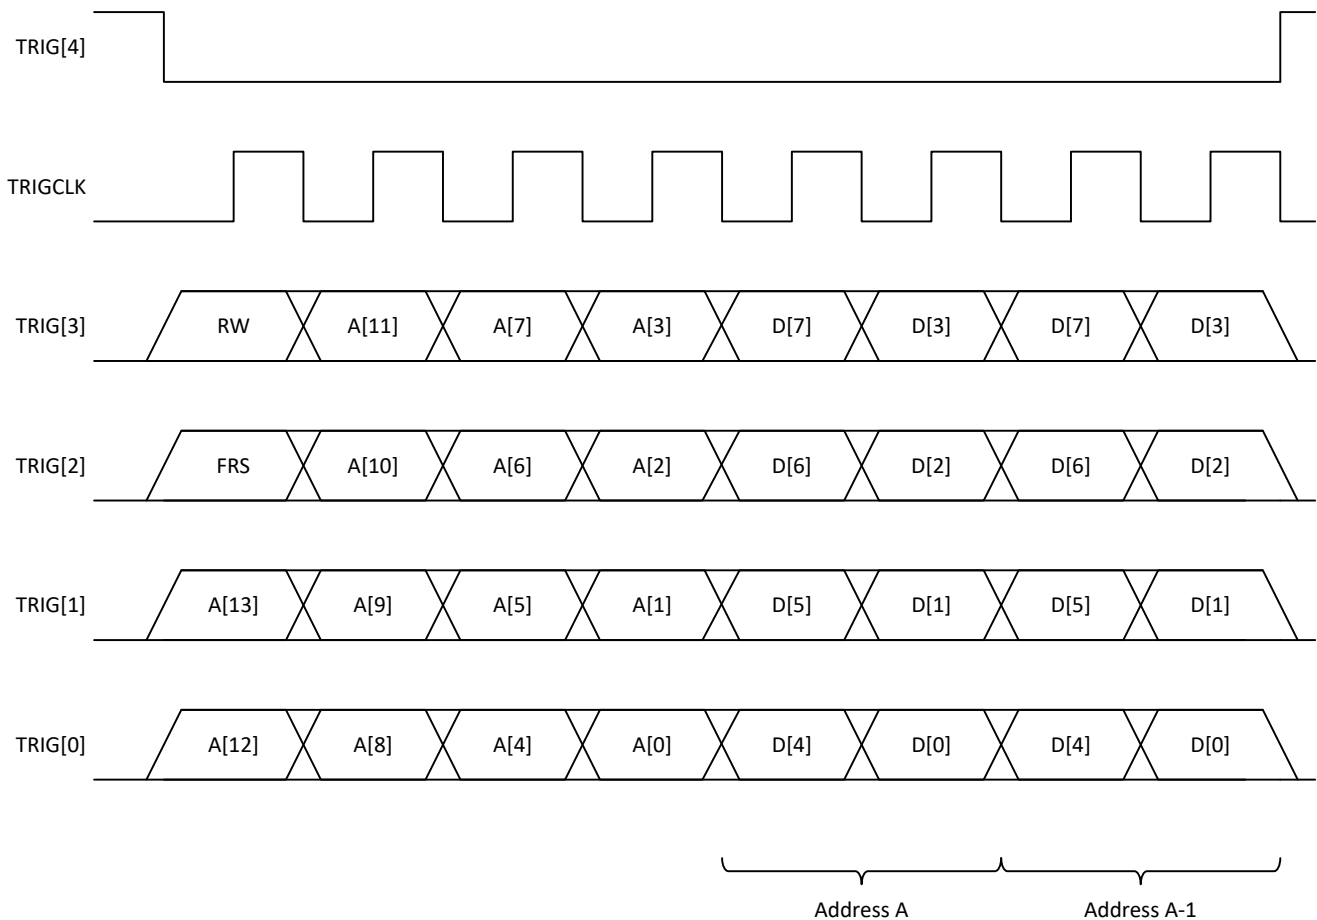

図 8-3. FR インターフェイスのタイミング図
高速再構成 (FR) インターフェイスは、PFIR 係数および NCO 周波数および位相を設定するための高速書き込み専用アクセスを提供します。FR インターフェイスは SPI インターフェイスと似ていますが、クロックサイクルごとに 4 ビットが送信され、外部トリガピンが再利用されます。図 8-3 に、FR タイミング図を示します。次に、R/W ビット (このデバイスの書き込みを示すため常に 0 に設定) とトランザクション同期ビット FRS (このデバイスではトランザクション同期はサポートされていないため常に 0 に設定)、および 14 ビットのアドレスに続いていくつかのデータバイトを使用します。このアドレスは、各データバイトの後にデクリメントされます (リトル エンディアンと整合します)。このインターフェイスはバイトでアドレス指定でき、各バイトの後にデータがコミットされます。FR インターフェイスは、1 クロックにつき 4 ビット (1 ニブル) を取ります。マルチニブル フィールドの場合、データは最上位のニブルから送信されます。トランザクション同期ビット (FRS) が設定されている場合、NCO_SYNC_SRC レジスタ フィールドで指定された同期イベントが $\overline{\text{FRCS}}$ の立ち上がりエッジで発生します。最初のデータバイトの完了前に終了したトランザクションでは、SYNC イベントがトリガされない場合があります。